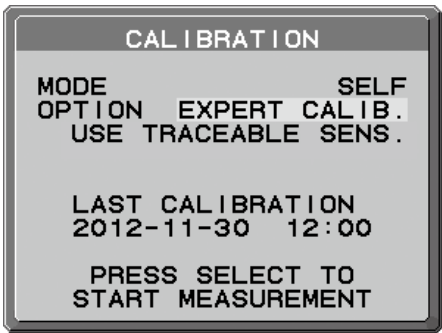

图 S.1
2. 在 MODE 选择中使用“LEFT”或“RIGHT”键选择 SELF（图 S.1）。按 SELECT（选择）键转至下一部分。